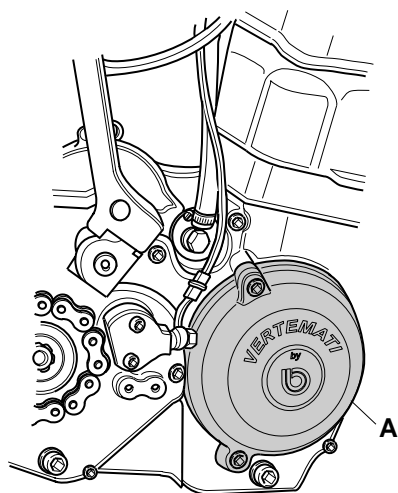

Fig. 10
1. Allentare il carter (Rif.A - Fig.10) per accedere al sistema di accensione.
1. Remove the right-hand cover (Ref.A - Fig.10) to gain access to the ignition system.
1. Die rechte Abdeckung (Bez.A - Abb. 10) entfernen.
1. Déposez le carter de droite (Rèf.A - Fig.10) pour accéder à l'allumage.